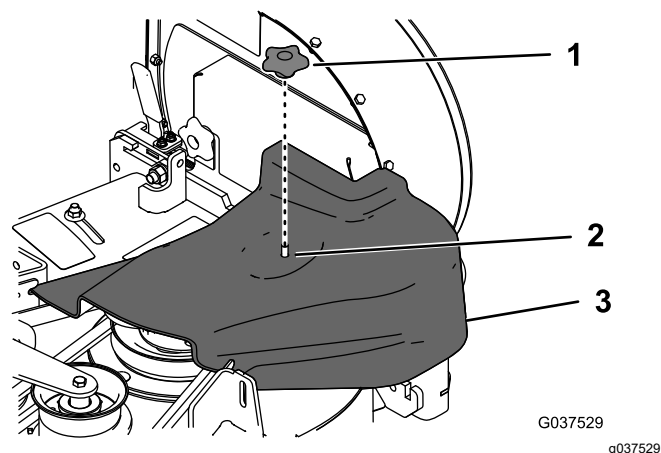

Figura 7
5. Instale la cubierta de la correa y sujétela enroscando el pomo sobre el tornillo del tensor (Figura 7).